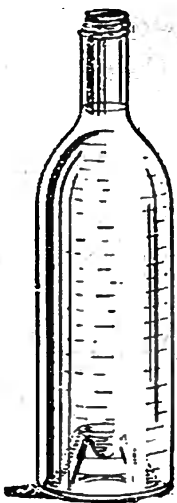

Fig. 4 — L'eau prend la forme de la bouteille
**3. L'eau est un liquide.** — Emplissons d'eau un litre en verre : l'eau se moule parfaitement sur les parois de la bouteille, sauf à sa partie supérieure, où elle présente une *surface libre*, bien plane et régulière (fig. 4).